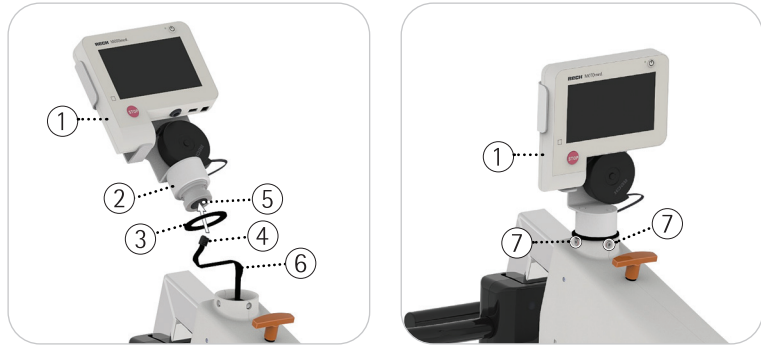

Fig. 4.5, 4.6
veja Fig. 4.5 A unidade de comando removível ① é fornecida desmontada. Para colocar o dispositivo em funcionamento é primeiro necessário montar o suporte da unidade de comando ②.